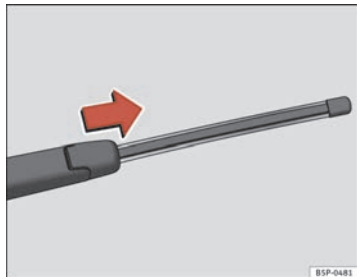

Fig. 170 Extraer la escobilla del limpiaventana
- Separe el brazo del limpiaventana de la luneta ⇒ página 249, fig. 170
- Deslice el adaptador de la escobilla en la dirección de la flecha y retire la escobilla ⇒ página 249, fig. 170.